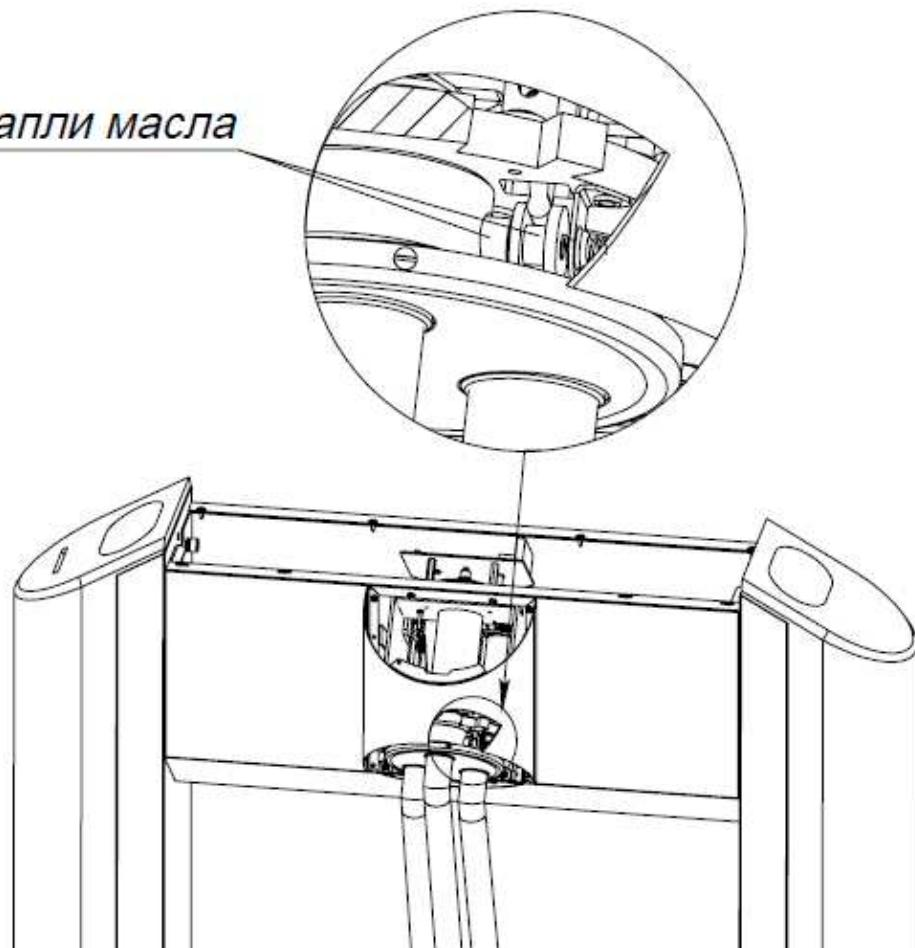

*Рис. 11*
- 5.3. Серьга между блоком стопора и соленоидом (рис. 11).